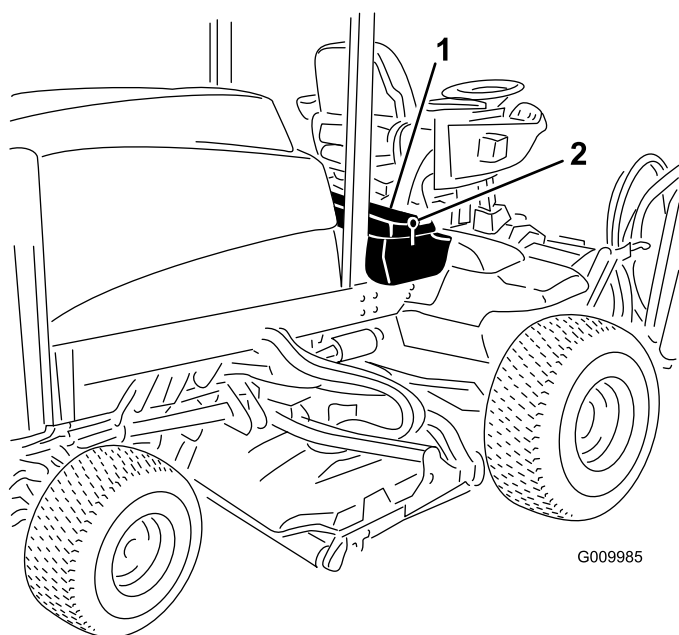

Figura 36
1. Desbloqueie e eleve o painel da consola do operador (Figura 36).